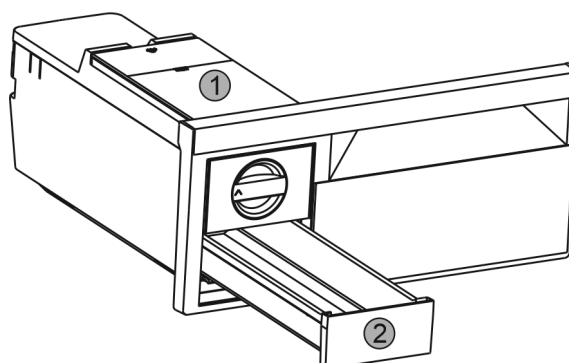

Fig. 55
- ▶ Odoberte nádržku na vodu Fig. 55 (1) a zásuvku na kocky ľadu Fig. 55 (2).